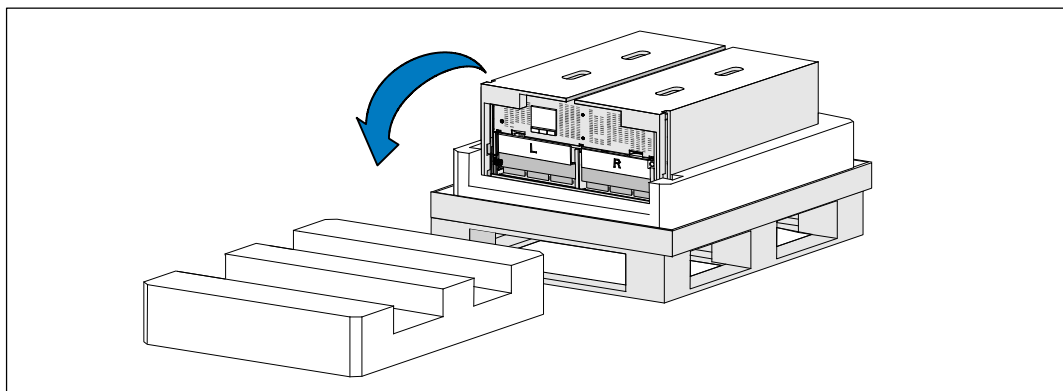

Рисунок 6. Снятие верхней секции пенопласта
- 4 Снимите верхнюю часть пенопласта и установите его на ровную устойчивую поверхность неподалеку (см. Рисунок 6).